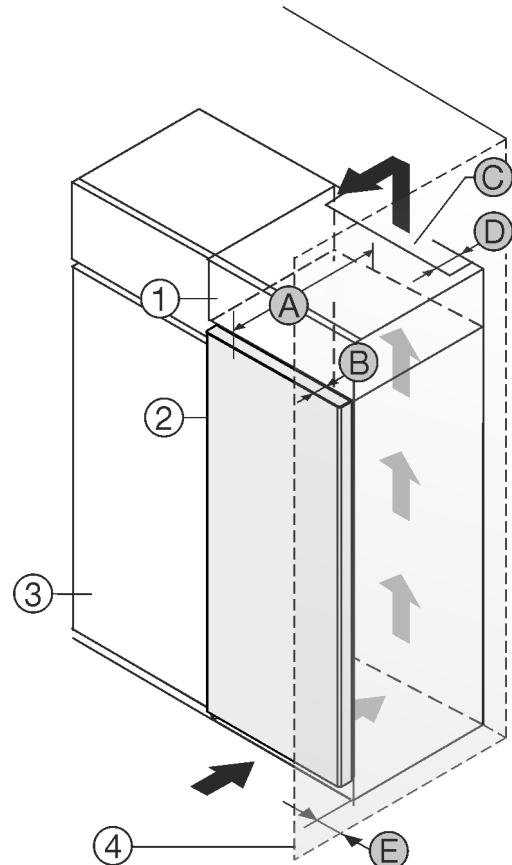

Fig. 1
Urządzenie można ustawić bezpośrednio obok szafki kuchennej Fig. 1 (3).*
Na tylnej ścianie szafki nasadzonej wymagany jest wywiejny kanał wentylacyjny o głębokości Fig. 1 (D) na całej szerokości szafki.
Pod sufitem pomieszczenia należy zachować przekrój wentylacyjny Fig. 1 (C).
Jeżeli urządzenie będzie ustawiane z zawiasami do ściany Fig. 1 (4), to pomiędzy urządzeniem i ścianą należy zachować minimalny odstęp, wynoszący 40 mm. Na taką odległość wystaje klamka przy otwartych drzwiach.
By móc całkowicie otworzyć drzwi, urządzenie musi wystawać przynajmniej o głębokość drzwi Fig. 1 (B) za front szafki kuchennej. W zależności od głębokości szafek kuchennych Fig. 1 (3) oraz od zastosowania elementów dystansowych urządzenie może wystawać jeszcze bardziej.*